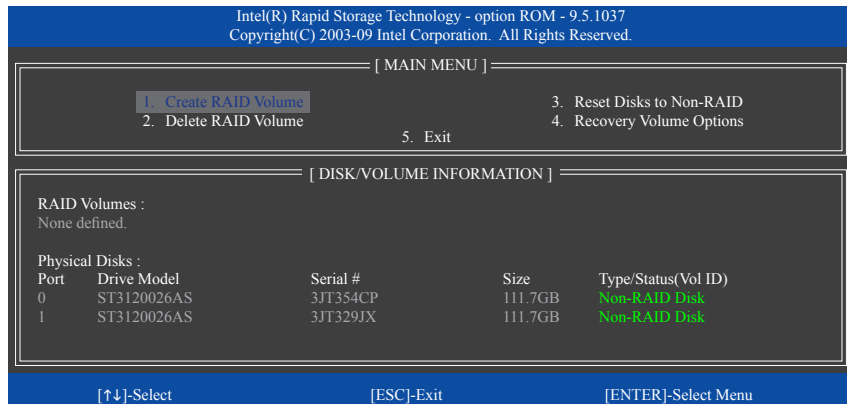

図8
**MAIN MENU** で **Create RAID Volume** を選択し、<Enter>を押します (図8)。